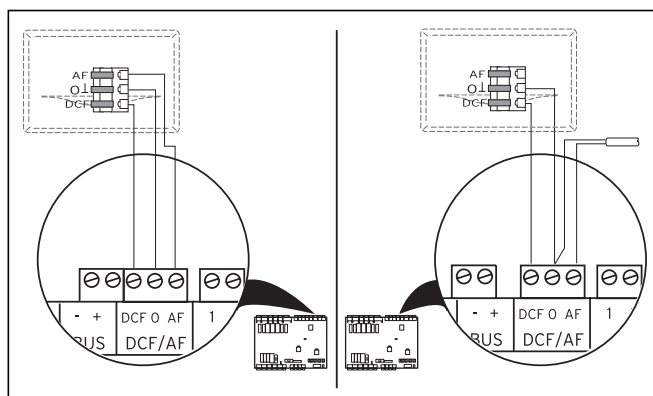

Рис. 7.20 Подключение приемника VRC DCF
- Подсоедините провода к приемнику VRC DCF в соответствии с (→ Рис. 7.20):